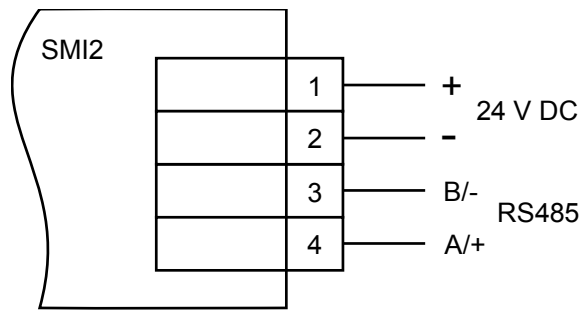

Abb. B1
- die Anzeige entsprechend der Abb. B1 an die Hilfsspannung 24 V DC und an die RS485-Klemmen des Konverters anschließen